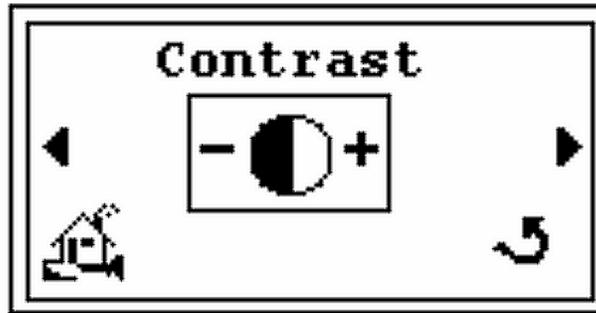

Figura 2-36 Contrasto – Schermata iniziale
4. Premere ► per visualizzare la schermata *Contrast* (Contrasto) (Figura 2-36).
7. Premere **Enter** (Invio) per tornare alla schermata *Contrast* (Contrasto) (Figura 2-36).